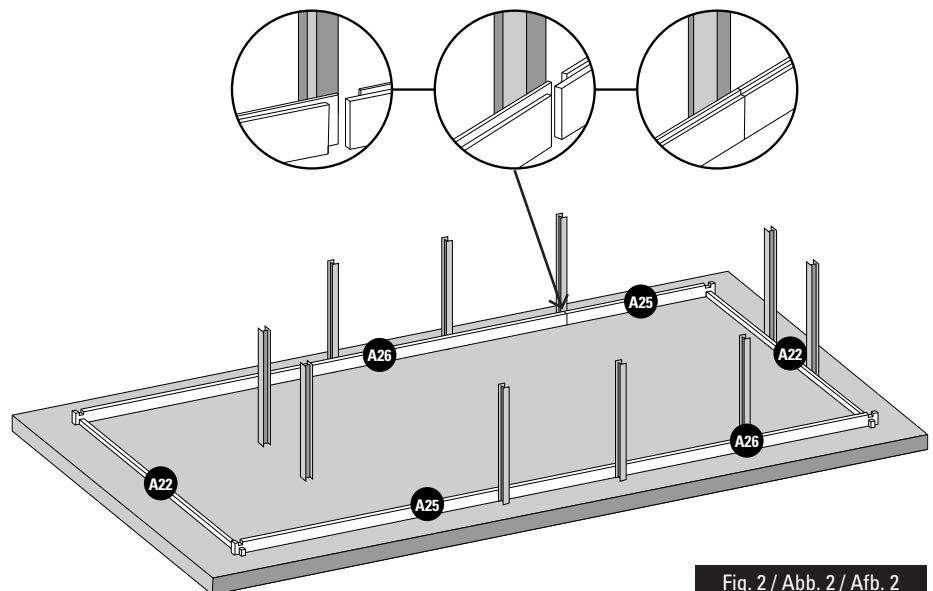

Fig. 2 / Abb. 2 / Afb. 2
**INSTALLATION OF THE FIRST LAYER OF BOARDS:** • Build the first layer placing boards (A22), (A25) and (A26) as shown by figure 2. • Adjust the shape of the pool using the inside dimensions indicated in the installation diagram (see page 44). • The drawing shows the inside dimensions of the pool for the different opposing diagonals. After having installed the first layer, you should check the inside dimensions of the pool.
**POSITIONNEMENT DE LA 1ÈRE RANGÉE DE MADRIERS :** • Constituez la première rangée, en disposant les madriers (A22), (A25) et (A26) comme indiqué sur la figure 2. • Ajustez la forme de la piscine en vous aidant des dimensions intérieures indiquées sur le plan d'implantation (Voir page 44). • Le plan donne les dimensions intérieures du bassin pour les différentes diagonales opposées.
**POSITIONIERUNG DER ERSTEN REIHE VON BRETTERN:** • Errichten Sie die erste Reihe, indem Bretter (A22), (A25) und (A26) platzieren, wie Abb. 2 zeigt. • Passen Sie die Form des Pools an, indem Sie die angezeigten Innenmaße verwenden, die in der Einbauzeichnung (Siehe Seite 44) aufgeführt sind. • Die Zeichnung zeigt die Innenmaße des Pools für die verschiedenen gegenüberliegenden Diagonalen.
**PLAATSING VAN DE EERSTE RIJ PLANKEN:** • Construeer de eerste rij door het plaatsen van planken (A22), (A25) en (A26) zoals te zien is op afbeelding 2. • Plan de vorm van het zwembad aan waarbij u gebruik maakt van de interne afmetingen die zijn aangegeven op het montageplan (Zie pagina 44). • Het plan geeft interne afmetingen van het zwembad aan voor de verschillende tegenover elkaar liggende diagonale lijnen.